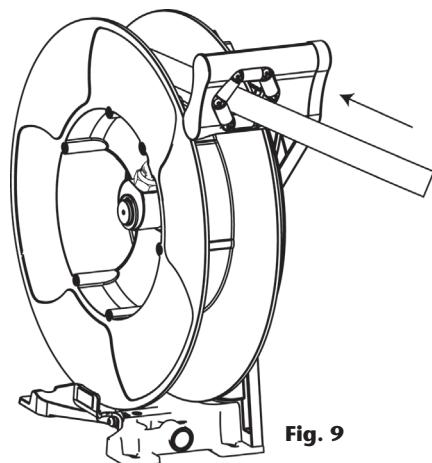

Fig. 9
**5.** Ziehen Sie den Schlauch fest genug, um ihn anschließend aufrollen zu lassen (Fig. 9).